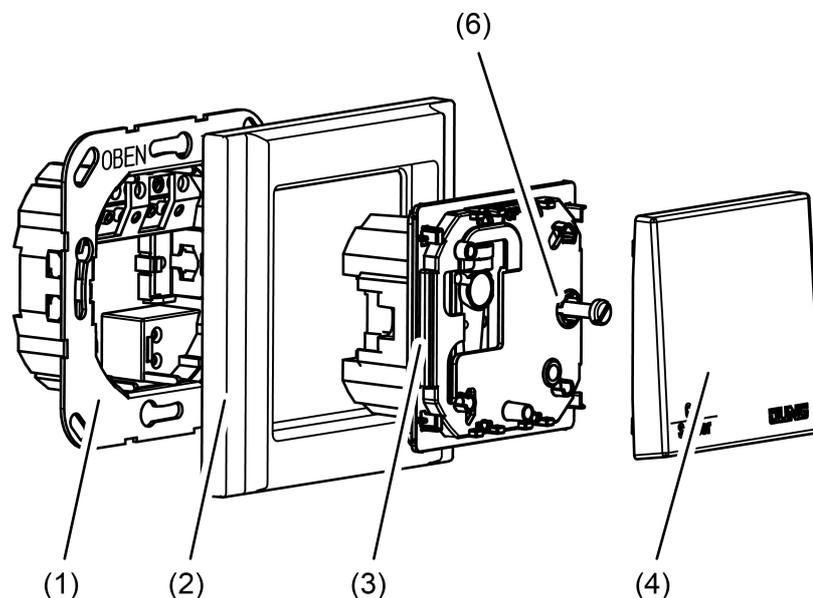

Bild 2: Gerätemontage
- Die Abdeckung (4) abnehmen (Bild 2).
- Den Anschlussklemmen-Einsatz (1) und den Elektronik-Aufsatz (3) voneinander trennen.